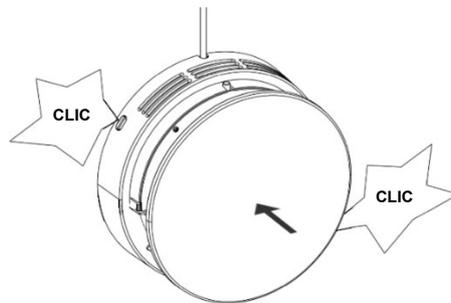

Figure 35 - Replacez la centrale dans le mur.
8. Replacez la centrale dans le mur et enfoncez-la avec précaution jusqu'à ce que les encoches s'enclenchent (voir Figure 35 ci-dessous).